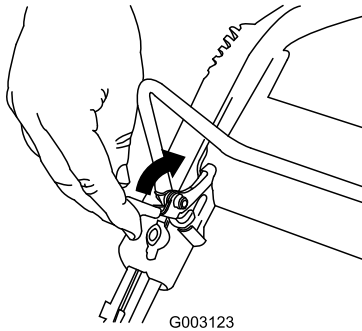

Figure 21
1. Tirez le verrou de la barre de commande en arrière (Figure 21).